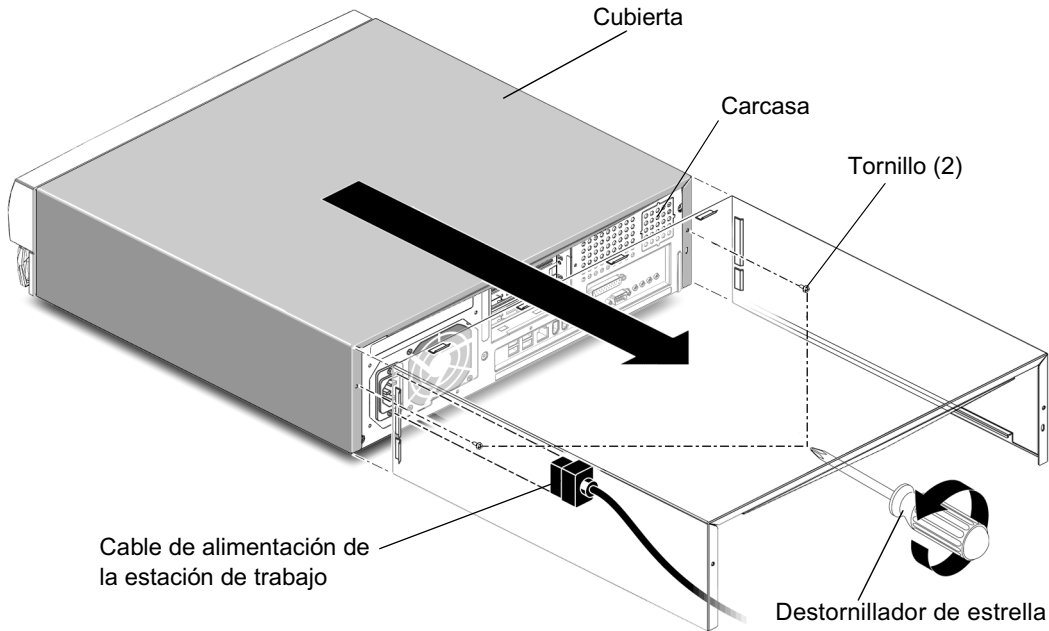

FIGURA 4-3 Extracción de la cubierta de la estación de trabajo
1. Si aún no lo ha realizado, desconecte el cable de alimentación de la estación de trabajo para asegurarse de que ésta no reciba corriente (FIGURA 4-3).
2. En el panel posterior de la estación de trabajo, utilice un destornillador de estrella del número 2 para retirar los dos tornillos que fijan la cubierta (FIGURA 4-3).